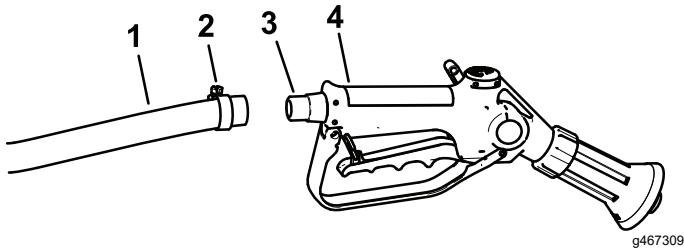

Bild 52
2. Schließen Sie das freie Ende des langen Schlauches am Anschlussstück an der Spritzpistole an (Bild 52).